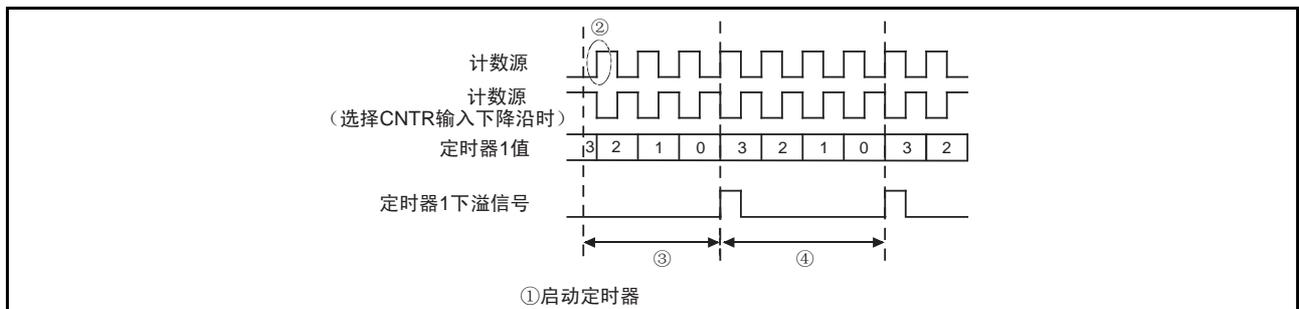

图 35 定时器的计数开始时序和开始运行时的计数时间 1
预分频器、定时器 1 在开始运行（图 35 ①）后的计数源的第一个上升沿（图 35 ②）开始计数。
根据定时器和计数源的开始运行时序，开始计数后到最初下溢为止，其期间（图 35 ③）比以后的下溢间的期间短（图 35 ④）（最大为计数源的一个周期）。